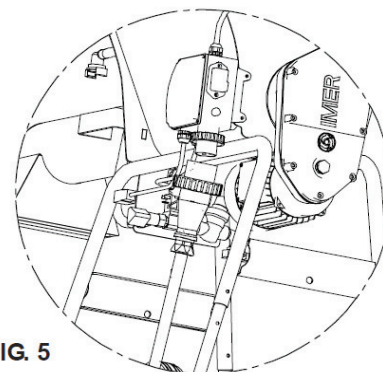

FIG. 5
10.1 STROMANSCHLUSS (siehe Abb. 5)
Das Versorgungskabel an den Stecker auf der Schalttafel des Mixers anschließen (Abb. 5)